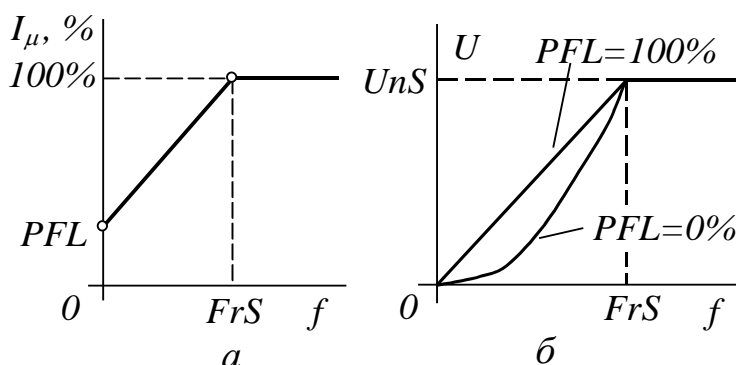

Рис. 5.2 ВЧХ для турбомеханизмов
- если  $[PFL]=100\%$ , ток намагничивания, магнитный поток и отношение  $U/f$  сохраняются неизменными при снижении частоты ниже номинальной (рис. 5.2);